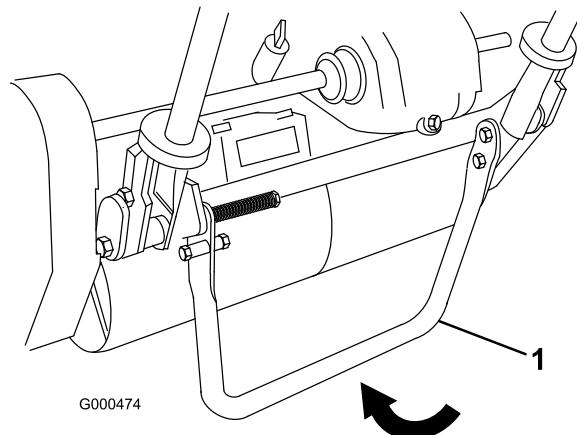

Figure 16
- Abaissez la béquille avec le pied et tirez sur le support du guidon jusqu'à ce que la béquille bascule en avant (Figure 16).